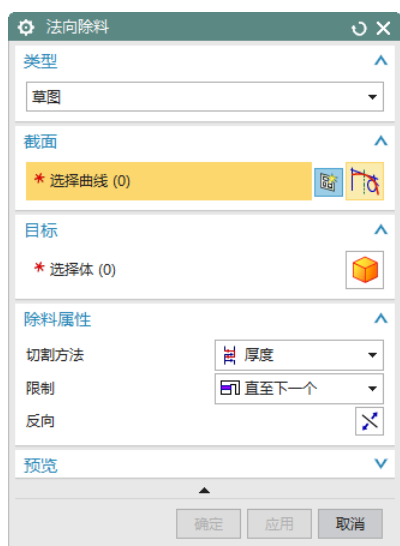

图 8-66 “法向除料”对话框
(1) 选择“菜单(M)”→“插入(S)”→“切割(T)”→“法向除料(N)”，或者单击“主页”选项卡“特征”面组上的“法向除料”按钮, 打开如图 8-66 所示的“法向除料”对话框。设置“切割方法”为“厚度”，“限制”为“直至下一个”。